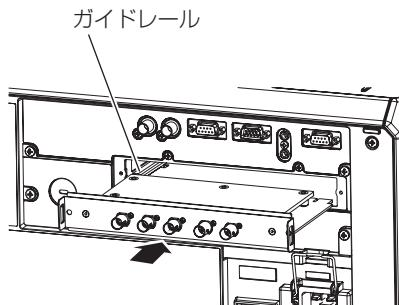

図2
2) ファンクションボードをSLOTアダプターに取り付ける（図2）
2) ファンクションボードを本機に取り付ける (図2)